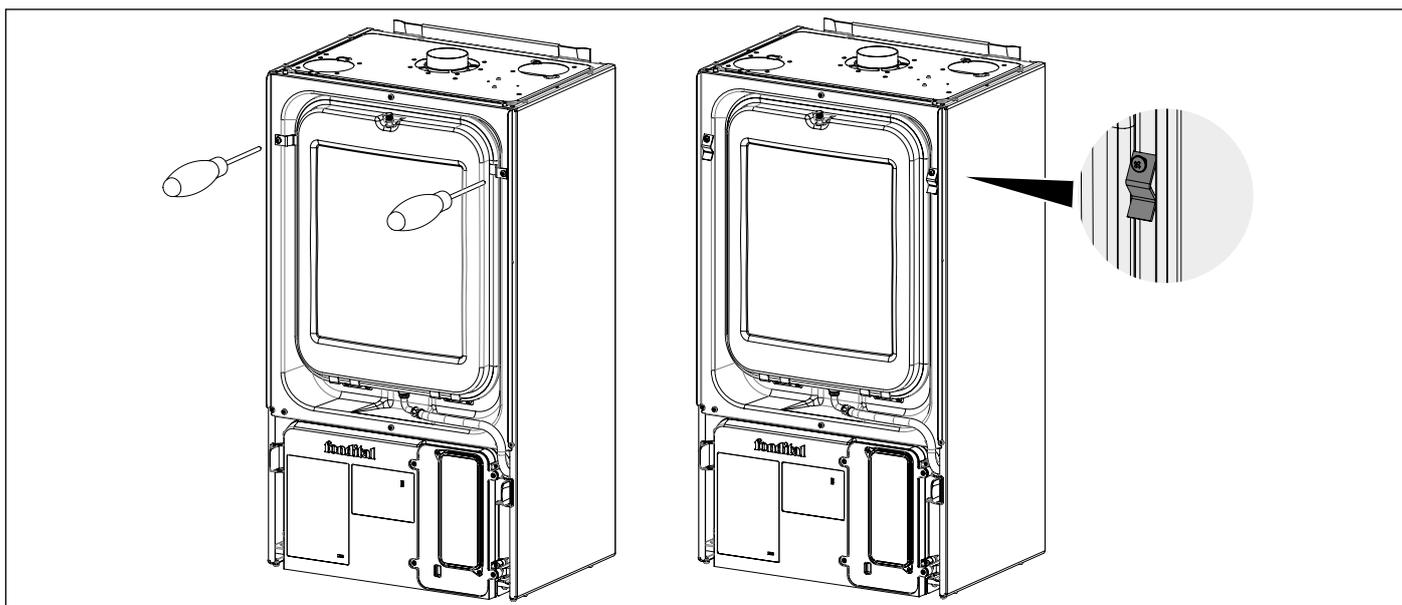
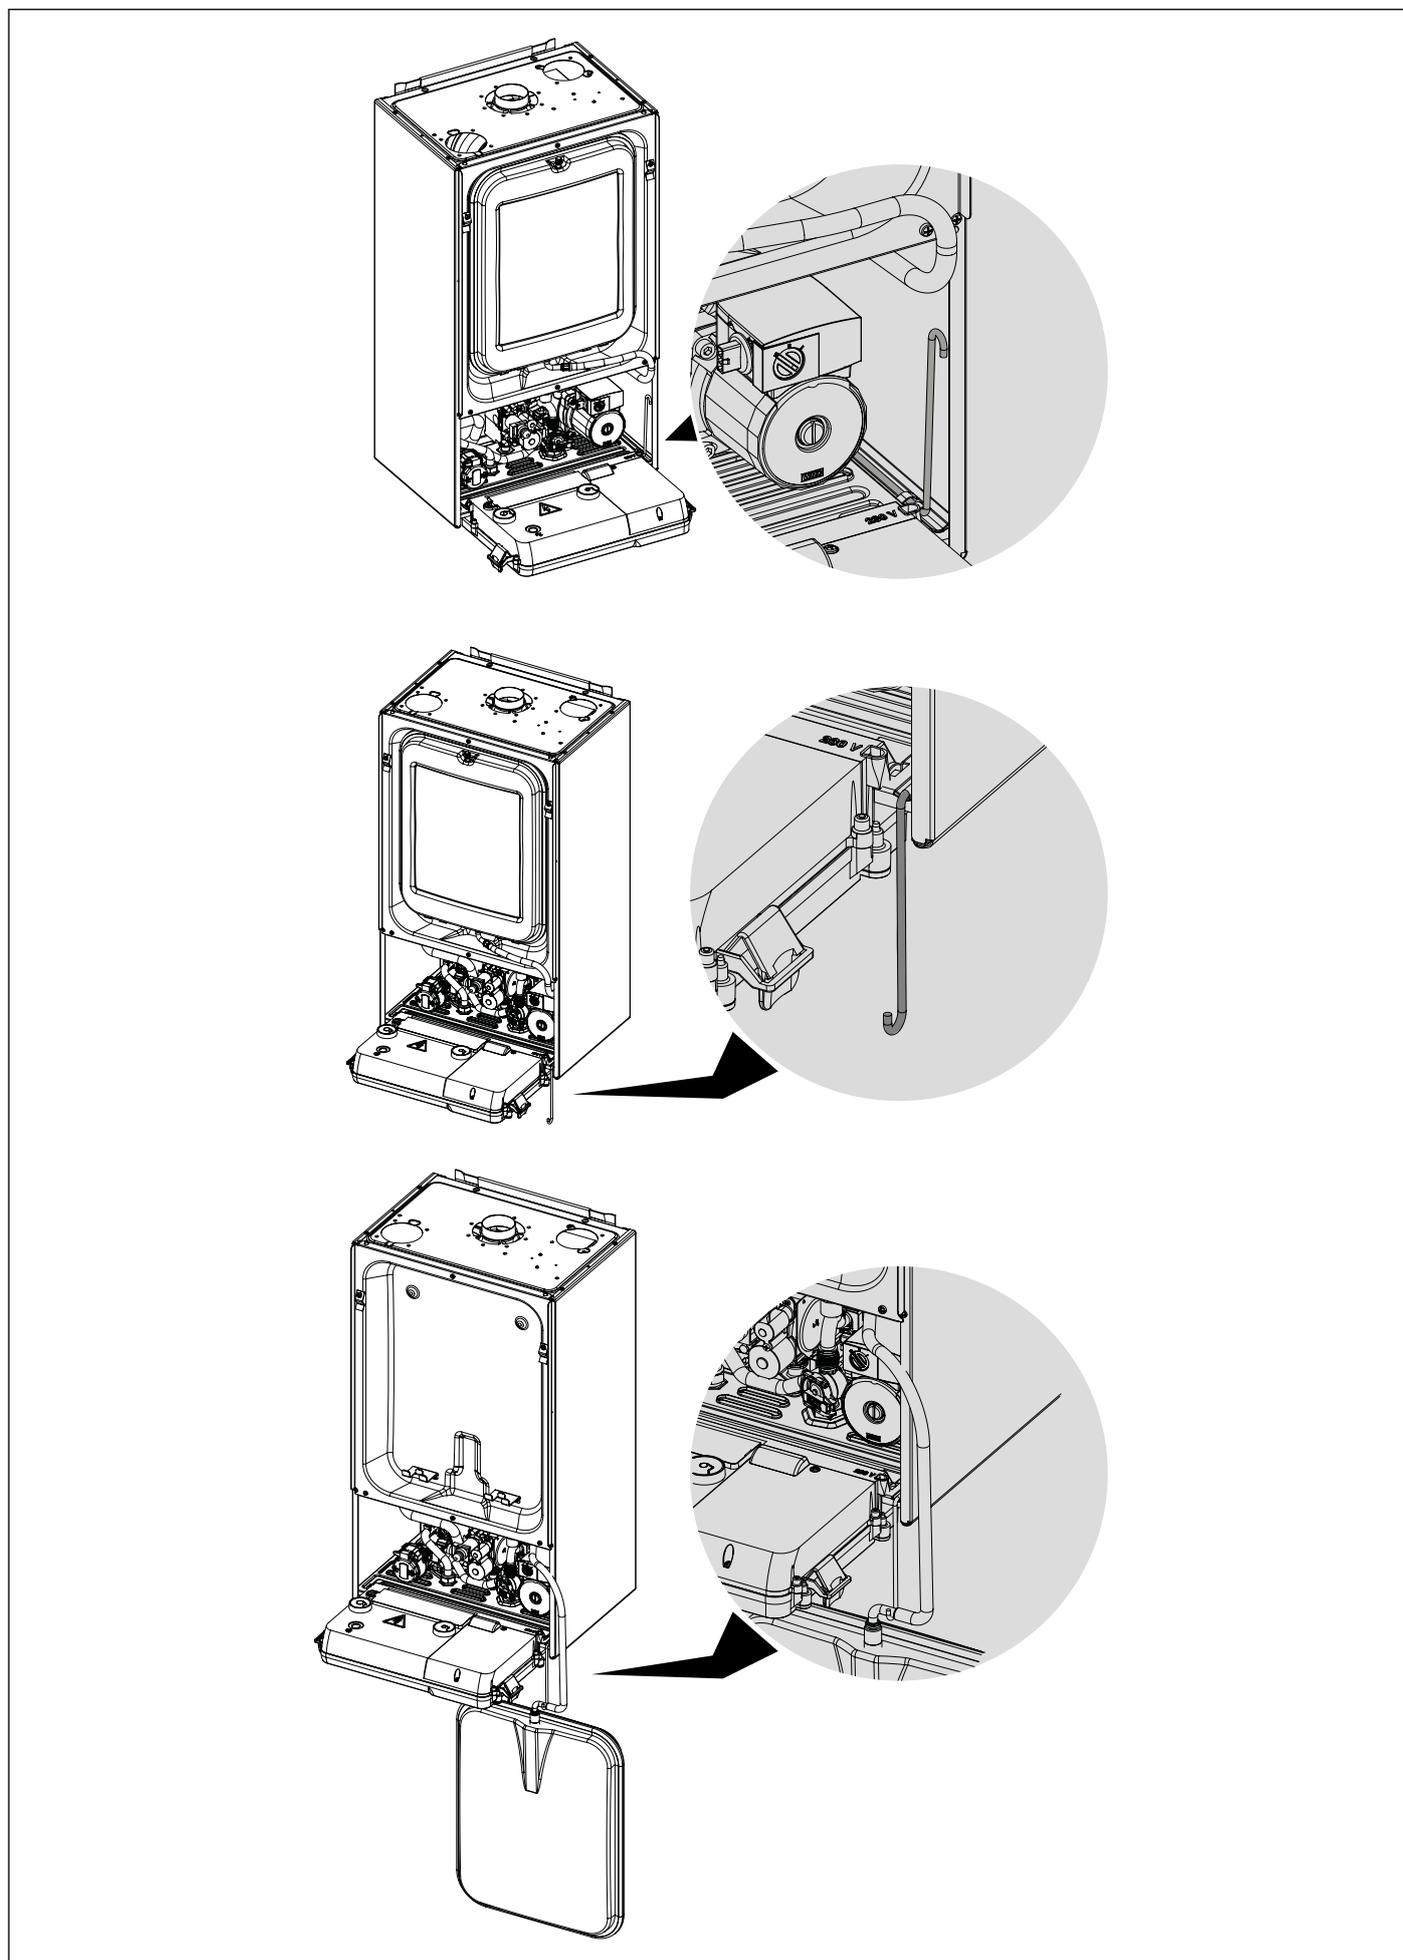

Fig. 33 Smontaggio staffe blocca vaso d'espansione
Fig. 34 Staffa porta vaso d'espansione
- Rimuovere il pannello frontale della camera di combustione, spostando il vaso d'espansione (vedi Fig. 33 Smontaggio staffe blocca vaso d'espansione e Fig. 34 Staffa porta vaso d'espansione).